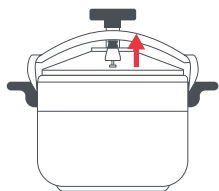

Fig. 11
Pour utiliser cette méthode, retirez l'autocuiseur de la source de chaleur et attendez que la pression diminue naturellement. Cela peut durer 10 à 15 minutes, en fonction de la quantité d'aliments et de liquide. Une fois l'autocuiseur refroidi, retirez la soupape pivotante (22) pour libérer la pression (Fig. 11). S'il reste de la pression à l'intérieur de l'autocuiseur, elle sera expulsée par le conduit d'évacuation (23).
Lorsque la pression a baissé, retirez la soupape pivotante (22) (Fig. 11) et attendez que la vapeur se soit entièrement dissipée. Cette méthode est employée lorsqu'il faut libérer la pression le plus rapidement possible, notamment lors de la préparation de légumes, fruits de mer ou autres aliments délicats qui ont tendance à être trop cuits.